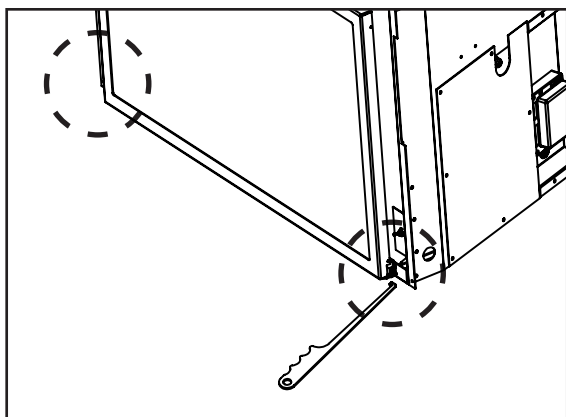
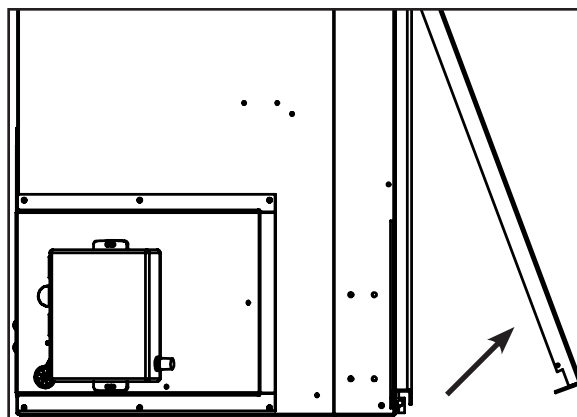

Figure 7: dégageant de porte.
Figure 8: enlèvement de porte
Enlever la porte vitrée en plaçant l'extrémité recourbée de l'outil de déverrouillage de la porte dans le trou sur le mécanisme de verrouillage de porte (voir figure 7) et en tirant le loquet puis vers le haut. Lorsque les deux (2) loquets ont été libérés, inclinez le bas de la porte avant, puis soulevez-le pour décrocher les pattes porte, en haut (voir figure 8). Remonter dans l'ordre inverse.